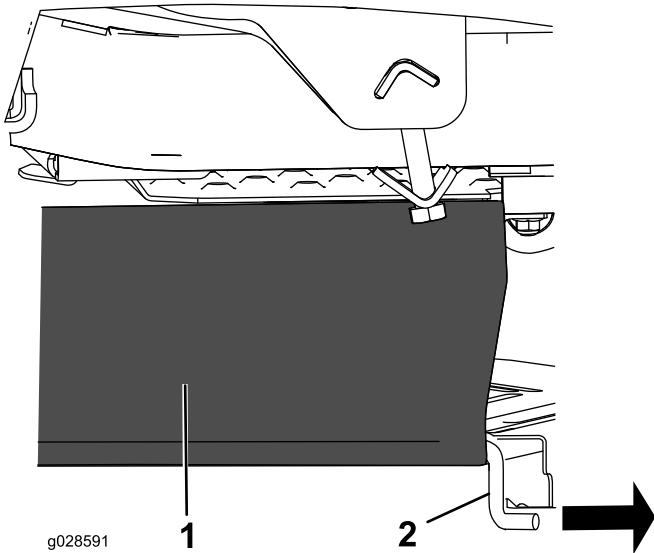

図 13
- 既存のサポートロッドをデッキカーテン 図 13 の中から抜き出す。バガーなしで使用する場合のためにロッドは保管する。